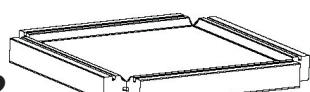

Abb. 2
- Nun die 4 Eckprofile um das Paneel positionieren und mit den Paneelhaken befestigen **Abb. 2**.